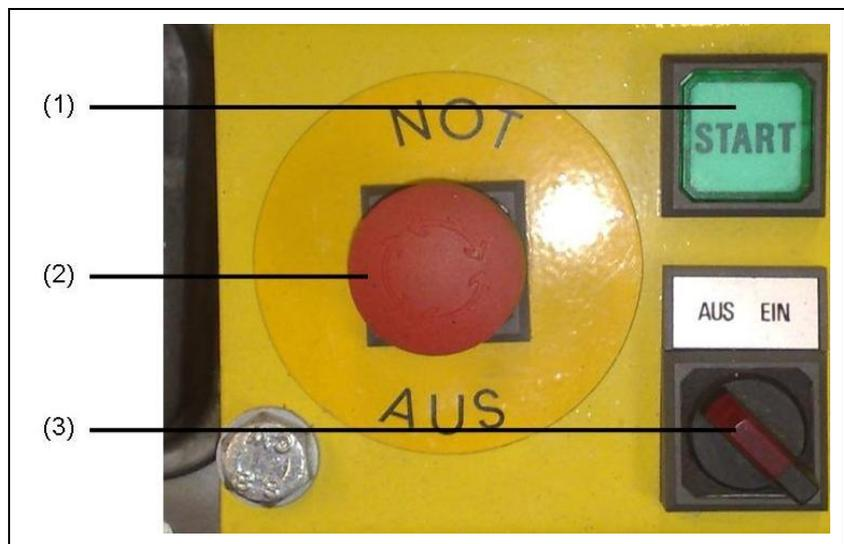

Abb. 5-5: Beispiel für Elektrostart in Verbindung mit Fernstartgerät
1. Notaus (Abb. 5-5-(2)) darf nicht gedrückt sein.
2. Betriebsschalter (Abb. 5-5-(3)) in Pos. EIN stellen.
3. Startknopf (Abb. 5-5-(1)) drücken.
3. Betriebsschalter (*Abb. 5-5-(3)*) in Pos. AUS stellen.